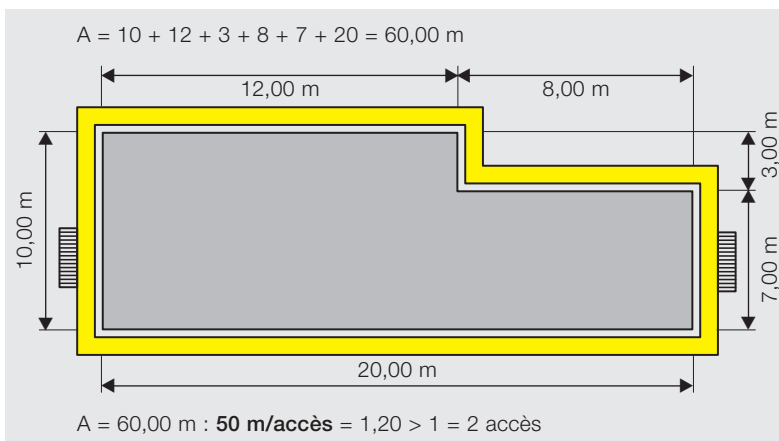

Figure 16: nombre d'accès.
- Chaque poste de travail doit disposer d'un accès situé à 25 m au maximum (fig. 16).